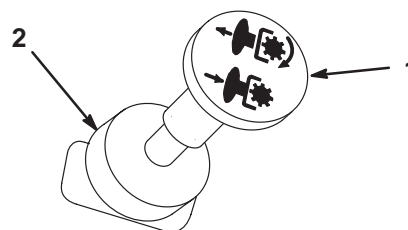

Figure 6
3. Placez la commande de prise de force (PdF) en position débrayée (Fig. 6).
2. Débrayez la PdF (Fig. 6).